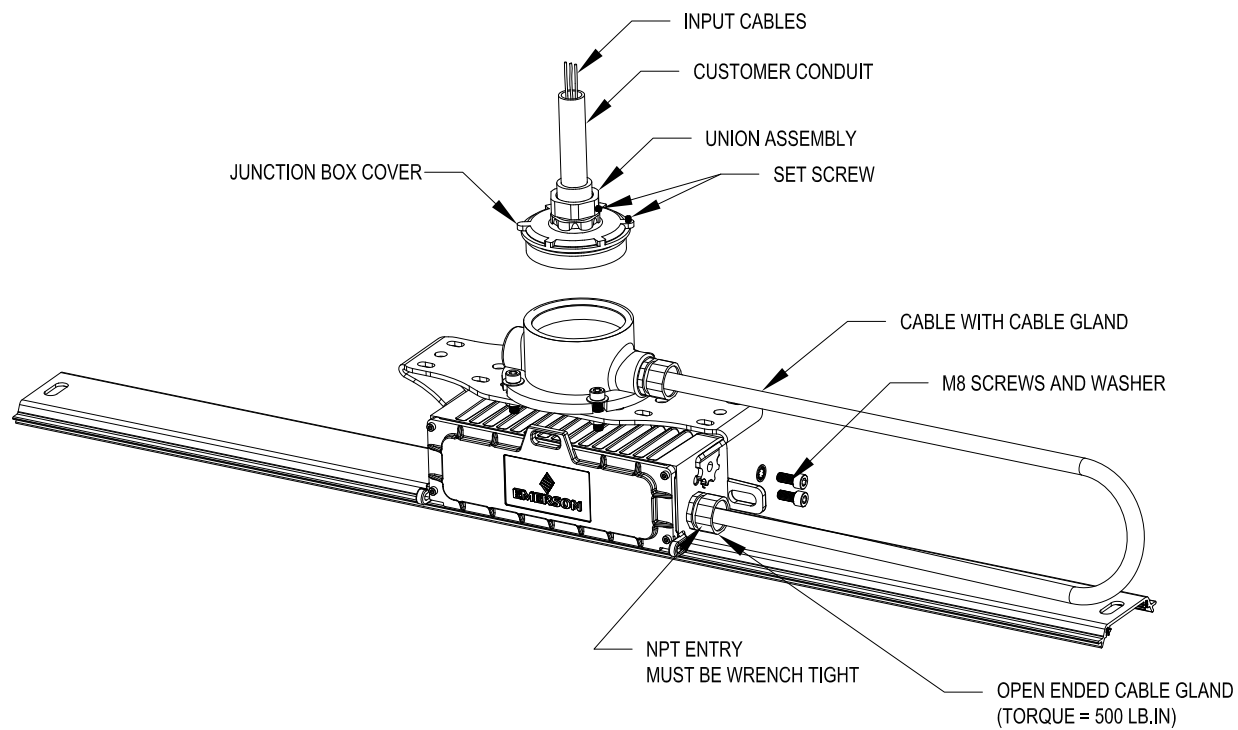

FIGURE 12: EXPLODED VIEW OF LUMINAIRE AND PENDANT ENTRY KIT ASSEMBLY
3. Loosen the set screw of junction box cover without backing it out completely, unthread & open the junction box cover with the integrated union. Refer to Figure 12 for this step. Do not lose the set screw, as it will be required for locking the junction box cover to the junction box.
5. Tighten/Engage the junction box cover with integrated union to the installed customer conduit, as per Figure 12.
6. Pull input cable through conduit towards junction box. Enough wire should be pulled through to allow for proper electrical connections and closure of junction box cover after electrical connections are made. Refer to Figure 12 for this step.
10. Mount the luminaire to the mounting bracket using M8 washer and Bracket mounting screw (M8). per Figure 12.
12. Install one (1) cable gland (provided with the pendant kit) to the wiring compartment of fixture. Tighten cable gland into wiring compartment wrench tight. "Wrench tight" is defined as hand tight, followed by at least 1/4 to one (1) turn of a wrench. Please refer to Figure 12.
13. Insert the cable into the cable gland (push enough cable into the luminaire to allow for proper electrical connections). Torque the cord grip over the cord, to a torque of 56.5 Nm (500 Lb.in). Reference Figure 12.
14. Aim the Luminaire to the downward position with your free hand. Use Locking screw (M8) to secure luminaire in that position. Figure 12 shows the three possible hole locations.
3. Desserrer la vis de réglage du capot du boîtier de jonction sans la retirer complètement, la dévisser et ouvrir le capot du boîtier de jonction avec l'union intégrée. Se reporter à la Figure 12 pour cette étape. Ne pas perdre la vis de réglage, car elle sera nécessaire pour verrouiller le capot du boîtier de jonction au boîtier de jonction.
5. Serrer/engager le capot du boîtier de jonction avec un raccord intégré au conduit du client installé, comme indiqué sur la Figure 12.
6. Tirer le câble d'entrée à travers le conduit vers la boîte de jonction. Il faut faire passer suffisamment de fils pour permettre des connexions électriques appropriées et fermer le capot du boîtier de jonction après les connexions électriques. Se reporter à la Figure 12 pour cette étape.
10. Monter le luminaire sur le support de montage à l'aide de la rondelle M8 et de la vis de montage du support (M8). conformément à la Figure 12.
12. Installer un (1) presse-étoupe (fourni avec le kit de suspension) dans le compartiment de câblage du luminaire. Serrer fermement le presse-étoupe dans la clé du compartiment de câblage, voir l'illustration 12. Une clé serrée est définie comme étant serrée à la main, suivie d'au moins $\frac{1}{4}$ à 1 tour de clé.
14. Dirigez le luminaire vers le bas avec votre main libre. Utiliser la vis de verrouillage (M8) pour fixer le luminaire dans cette position. La Figure 12 montre les trois emplacements possibles des trous